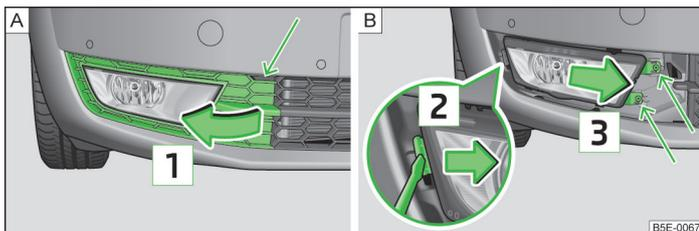

Abb. 216 Vorderer Stoßfänger: Schutzgitter / Nebelscheinwerfer ausbauen
- › Das Schutzgitter im Pfeilbereich » Abb. 216 - **A** mithilfe des Bügels zum Abziehen der Radvollblenden » Seite 221, *Bordwerkzeug* lösen.
- › Das Schutzgitter in Pfeilrichtung **1** abnehmen » Abb. 216.
- › Den Nebelscheinwerfer » Abb. 216 - **B** mit dem Schraubendreher aus dem Bordwerkzeug abschrauben.
- › Bei erneutem Einbau den Nebelscheinwerfer entgegen der Pfeilrichtung **3** » Abb. 216 einsetzen und festschrauben.